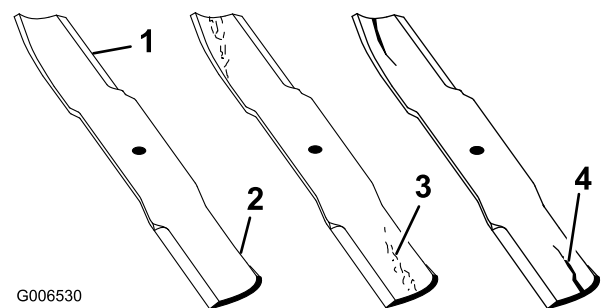

Figure 62
1. Examinez le tranchant des lames (Figure 62). Si les lames ne sont pas tranchantes ou si elles présentent des indentations, déposez-les et aiguisiez-les (voir Aiguisage des lames).
2. Inspectez les lames, surtout la partie relevée (Figure 62). Remplacez immédiatement toute lame usée, endommagée ou qui présente une entaille (repère 3 de la Figure 62).